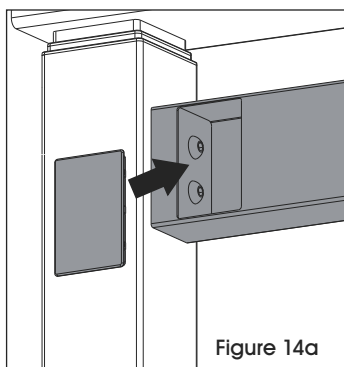

Figure 14a
14. Placez le cache pour longeron sur les trous du longeron. Serrez les boulons Allen sur la partie inférieure du longeron pour le fixer. (Voir Figures 14a et 14b)